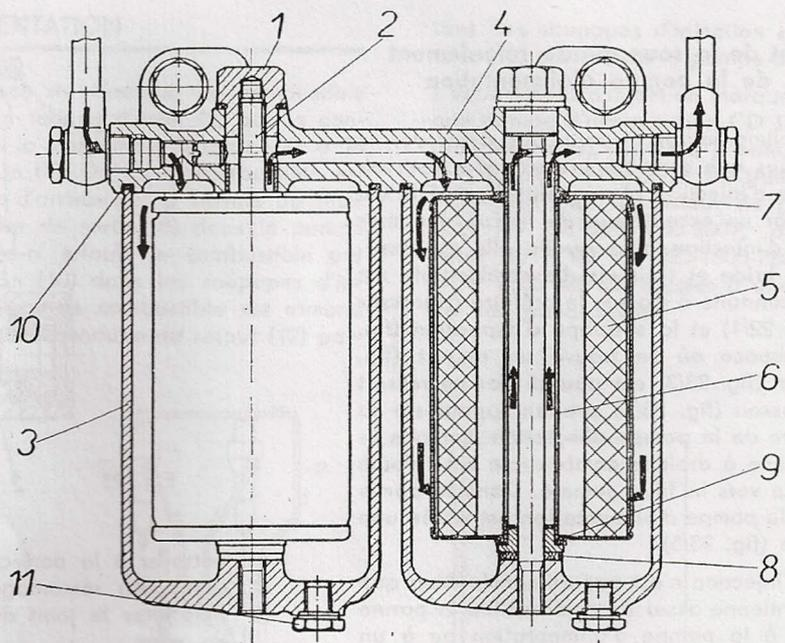

Fig. 24
1. Dévisser l'écrou de fermeture (fig. 24/1) de la vis de centrage (fig. 24/2).
2. Retirer la cuve (fig. 24/3) hors du corps du filtre 24/4) en opérant vers le bas.
3. Retirer la cartouche filtrante (fig. 24/5) avec le porte-tube (fig. 24/6) avec l'anneau d'étanchéité (fig. 24/7) de la cuve en les enlevant de la cheville de centrage (fig. 24/2).
Avis: Au remontage avoir soin que la cheville de centrage (fig. 24/2) à l'intérieur de la cuve porte l'anneau d'étanchéité (fig. 24/8) et que l'anneau (fig. 24/9) soit sur le porte-tube. Ne pas confondre les cartouches filtrantes. La cartouche de préfiltration est repérée par „1” tout comme le corps du filtre. La cartouche de filtration finale est repérée par le chiffre „2”.
Ne pas détériorer le joint élastique (fig. 24/10) des cuves du filtre. La vis de fermeture (fig. 24/11) servant à l'évacuation des boues doit être parfaitement serrée à fond.